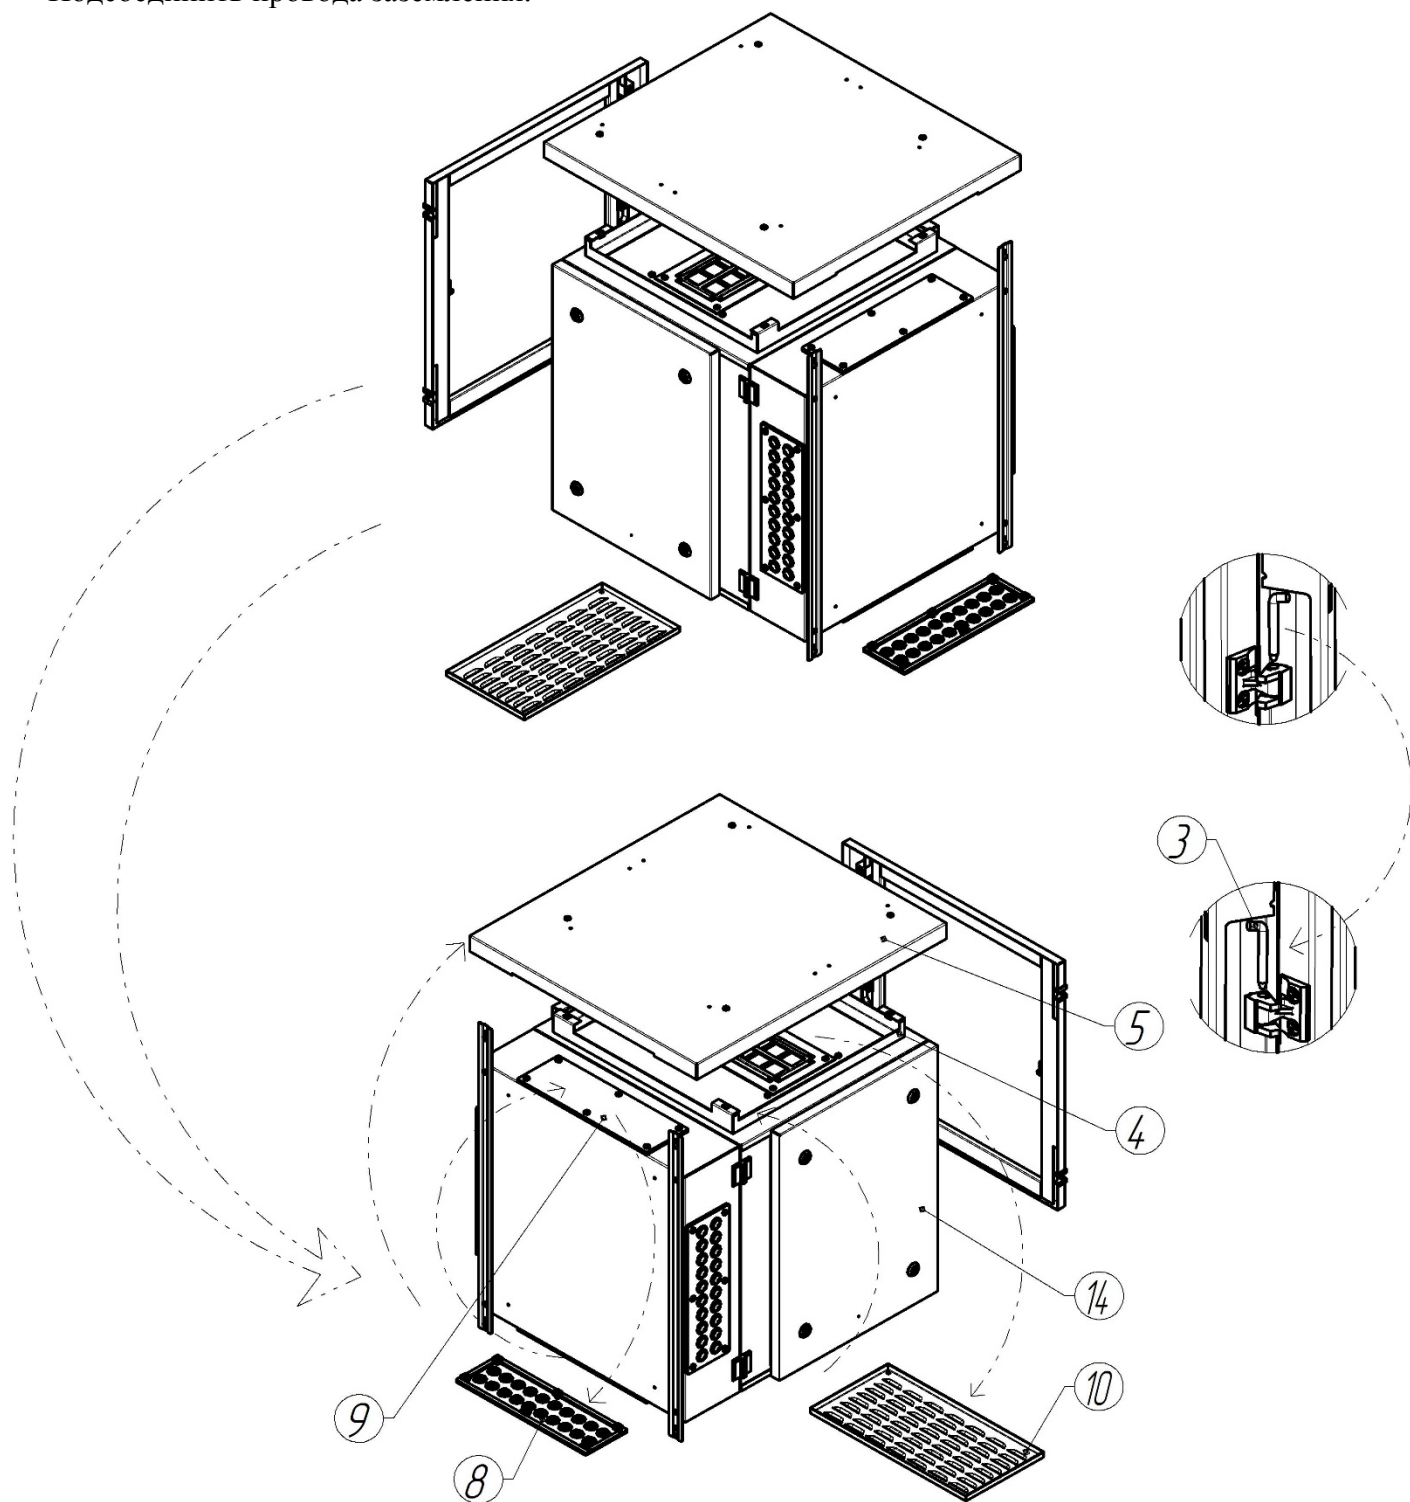

Рис.4
- Для удобства сборки снять оси петель двери (3) - для этого необходимо вытащить из петель Г-образные оси с внутренней стороны дверей, предварительно отсоединив провода заземления.
- Перевернуть шкаф на 180 градусов относительно первоначального положения. При этом панель крыши (5) займет нижнее положение, а экран (10) — верхнее положение.
- Демонтировать панель крыши (5), каркас крепления крыши (4) и экран поз. (10)
- В случае необходимости демонтировать кабельный ввод (8) и заглушку поз. (9)
- Перевернуть стенки боковые поз. (14), предварительно отсоединив провода заземления.
- Установить кабельный ввод (8) и заглушку поз (9), панель крыши (5), каркас крепления крыши (4) и экран поз. (10) в новое положение. См. Рис.4
- Установить дверь в новое положение. См. Рис.4